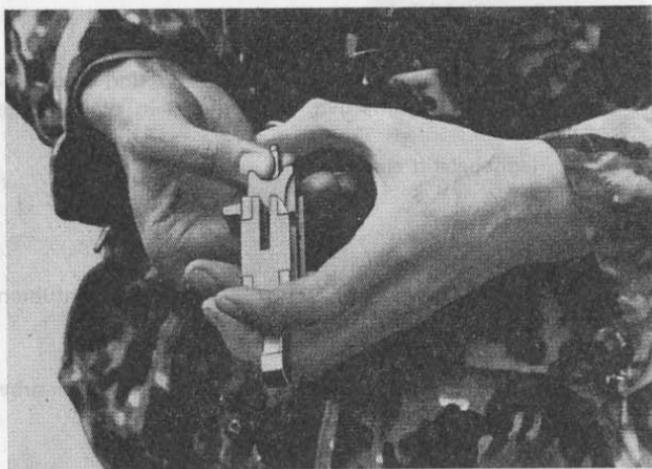

Bild 27
- Zündstift mit Verschlusskopfstift in die vordere Endlage stoßen (Bild 27)